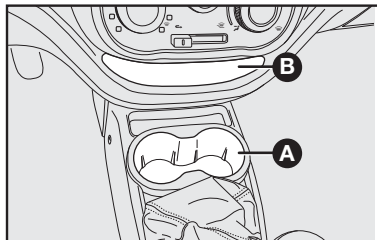
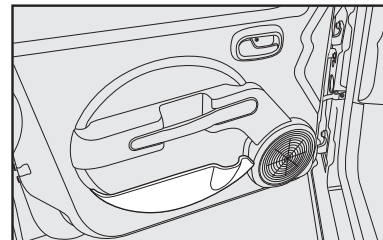
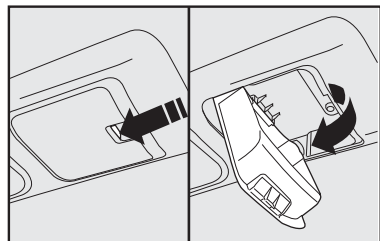

fig. 67
fig. 70
fig. 71
Para algumas versões, estão disponíveis, console central, duas sedes para colocar, com o veículo parado, copos ou latinhas **A-fig. 67**.
Em algumas versões, estão disponíveis porta-garrafas localizados nos painéis das portas dianteiras **fig. 70**.
- no painel **B-fig. 67 e 69**, painéis de portas **fig. 70** e no teto do veículo **fig. 71**;